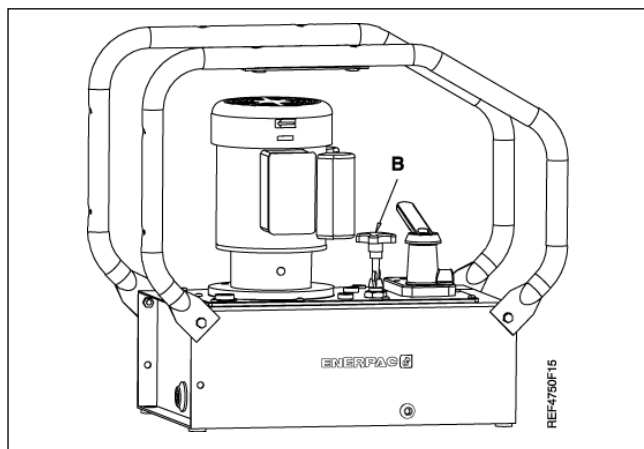

Figura 13
Las Bombas Hushh(r) están equipadas con una válvula reguladora de presión ajustable por el usuario (Vea (B), Figura 13). Puede ajustarse de la siguiente manera: